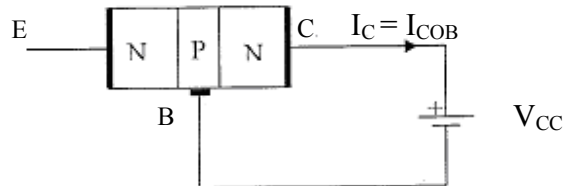

Figure IV-2
Alimentons un transistor NPN comme indiqué à la figure IV-2. Le courant I_C est le courant inverse de la jonction base - collecteur, de l'ordre du nA et indépendant de V_{CB} , nous le noterons I_{COB}
- du courant de fuite en base commune I_{C0B} qui intervient sur le schéma de la figure IV-2